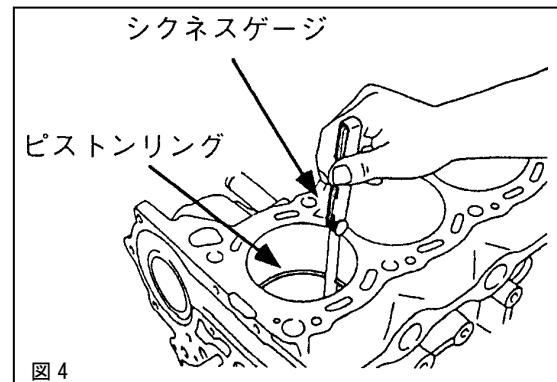

図4
- 5.1 図4のようにピストンリングをボーリングされたシリンドの中間位置までピストンを利用して押し込み、シクネスゲージを用いて合口隙間を測定してください。